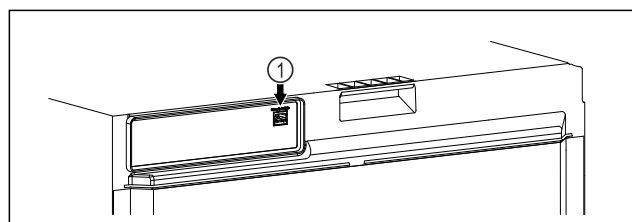

Fig. 105
- SmartModule Fig. 105 (1) ir ievietots.